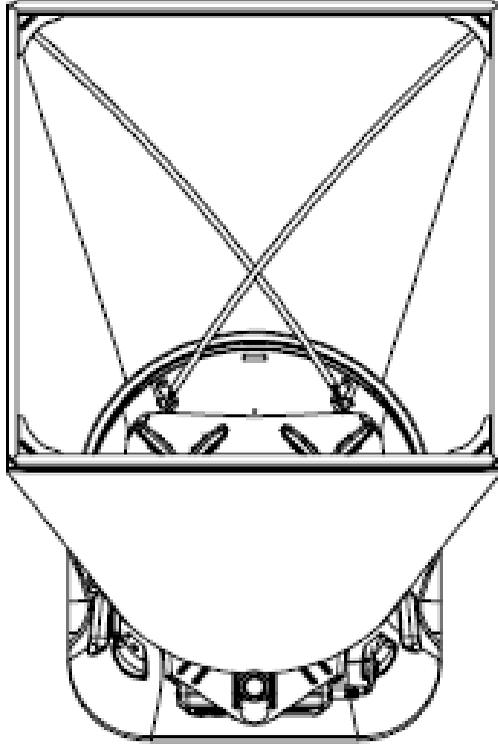

图 14 安装支撑杆
3. 抓紧支撑杆, 并将支撑杆稍稍弯曲, 然后将支撑杆的另一端插入编织罩框顶部与底座上的孔成对角线的杯形孔里面, 如图 14。完成后, 一对交叉杆总是前后呈十字交叉。